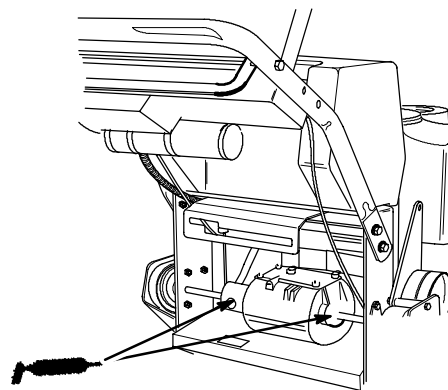

Figure 26
2. Lubrifier les joints de transmission (Fig. 26). Il n'est pas nécessaire de déposer les plaques de protection si on passe par l'avant, près du moteur.